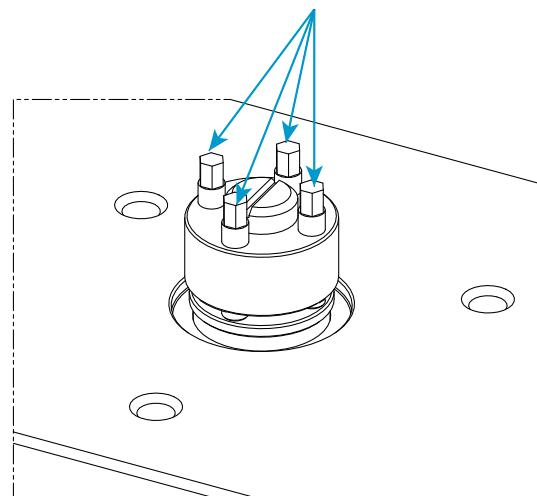

Figura 20. Gruppo tensionatore meccanico
10. Utilizzare la chiave dinamometrica (80-9-11) con la corrispondente bussola esagonale da 5 mm (67-4-29) fornita nel kit del tensionatore meccanico per serrare le quattro viti di fissaggio (mostrate in Figura 20) sul tensionatore meccanico a 14 N·m (10,3 ft-lb) secondo la seguente procedura: